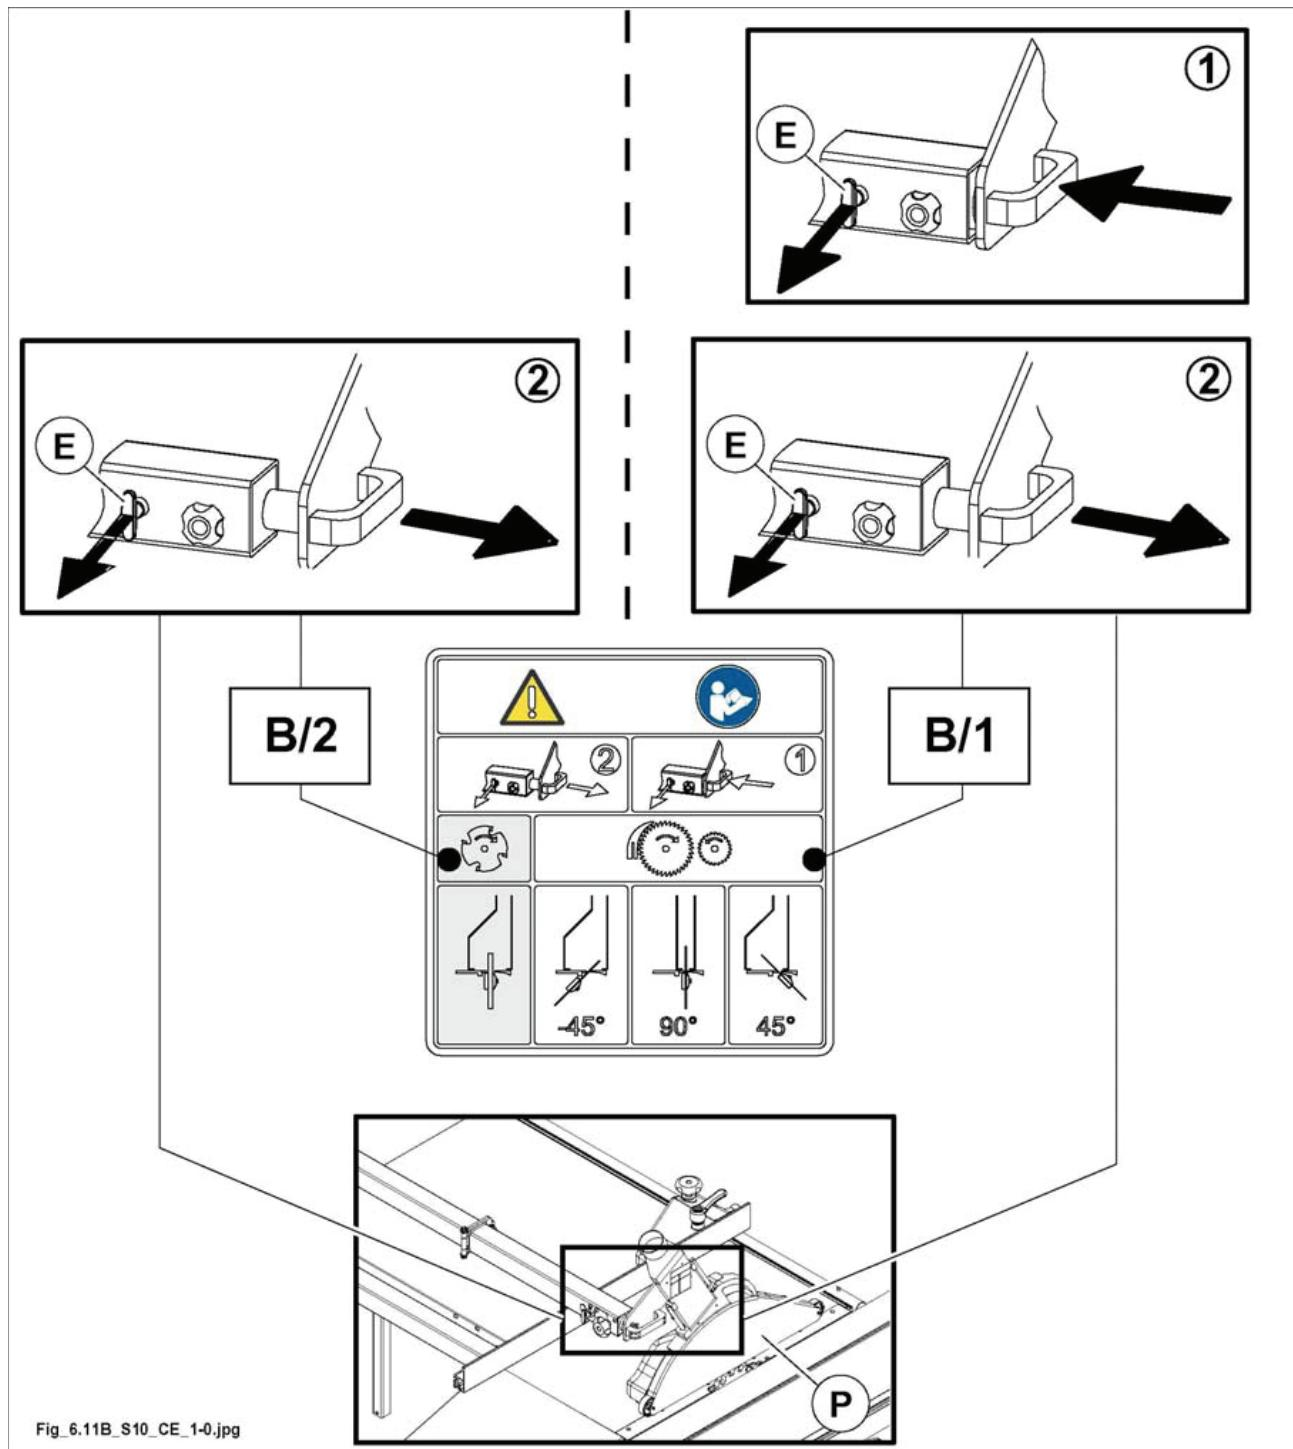

Рис. 6.11A
- разблокировать ручку (E рис. 6.11A) и установить защитное устройство (P рис. 6.11A), как указано на табличке (B/1 рис. 6.11A).
- разблокировать ручку (E рис. 6.11A) и установить защитное устройство (P рис. 6.11A), как указано на табличке (B/2 рис. 6.11A).